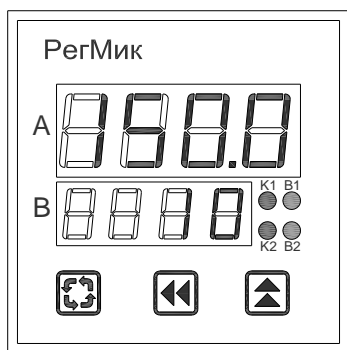
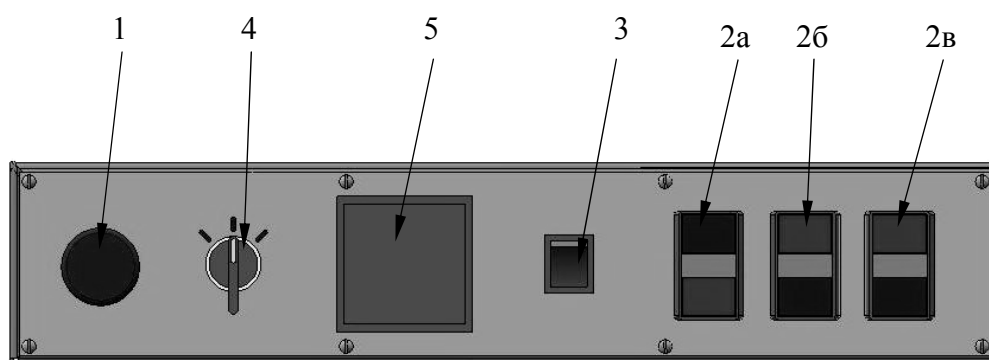

Рис.3. Внешний вид индикаторной панели
Рис.7. Пульт управления
Индикаторная панель терморегулятора (5) (рис. 7) расположена на лицевой панели станка. На ней расположены (см. рис.3): цифровой индикатор **A** и **B**, два двухцветных светодиодных индикатора (K1 и K2), два одноцветных светодиодных индикатора (B1 и B2) и три кнопки управления
Пульт управления (Рис.7) представляет собой электрокоммутиационный узел. Он включает в себя три двухпозиционные кнопки (2а, 2б и 2в) предназначенные для включения и выключения электродвигателей соответственно поклеечного, торцовочно-фрезерного и фрезерного узлов. Аналогичная по действию, но несколько иного конструктивного исполнения, кнопка (3) сблокирована с педалью управления торцовочно-фрезерного узла и служит для его включения и отключения. Трехпозиционный переключатель (4) служит для включения питания и включения «режима ожидания» поклеечного узла. Терморегулятор с управляющими кнопками (5) служит для контроля температуры клея. Кнопка аварийного останова (1) предназначена для экстренного выключения всех элетрических цепей станка одновременно. Специфической особенностью данной кнопки есть возможность блокировки всех электрических цепей станка. Для этого ее достаточно нажать. Это действие равносильное выключению входного автоматического выключателя. Разблокировать ее можно легким поворотом грибка кнопки по часовой стрелке до упора.
По мере износа режущей кромки ножа, качественная работоспособность фрезы несколько уменьшается. Восстановить ее можно путем переустановки ножа. Для этого необходимо ослабить винт крепления и аккуратно вынуть нож вместе с сухарем из гнезда, повернуть его по оси новой режущей кромкой наружу и в таком положении вставить в гнездо обратно. Перед зажимом крепежного винта подожмите нож таким образом чтобы он подался в глубь гнезда до упора в поверхность (В) (Рис.7), а его кромка (Б) находилась на плоскости поверхности (А) корпуса фрезы. Поверхность сухарика (Г) должна быть ниже поверхности (А) на 0,5мм. После этого винт можно зажать.
Регулировка высоты припуска обработки кромок, для возможного последующего, цклевания осуществляется подъемом (опусканием) направляющих роликов (см. Рис.3. поз. 15).
Убедитесь, что кнопка аварийного останова (1) (рис.7) отжата. Поверните тумблер (4) включения питания и включения «режима ожидания» по часовой стрелке и **верните его в исходное положение**. Для удобства эксплуатации станка предусмотрен «режим ожидания». Данным режимом рекомендуется пользоваться при коротких перерывах в работе (обеденный перерыв и т.д.). При перемещении тумблера (4) в левое положение (против часовой стрелки), автоматика переводит станок в режим ожидания, при этом двигатель останавливается, а терморегулятор сбрасывает настройки температуры до 120 градусов и поддерживает сниженную температуру до тех пор пока станок не будет выведен из состояния ждущего режима. Для выведения станка из режима ожидания необходимо переместить тумблер (4) в правое крайнее положение, запустить двигатель и переместить тумблер влево в вертикальное положение (нейтральное положение).
Кнопками управления панели (5) (рис.7) терморегулятора установите требуемые значения температур по каждому из каналов. Под температурой на I и II каналах подразумевается температура клея на термopах, установленных в непосредственной близости от соответствующего нагревателя.
Убедитесь, что клей в камере предварительного разогрева расплавился. Из-за того, что клей имеет низкую теплопроводность, может наблюдаться неравномерность расплава (клей быстрее расплавляется возле стенок емкости). Для устранения неравномерности и во избежание подгорания клея рекомендуется запустить двигатель поклейки узла нажатием на кнопку «ПУСК» (2а) (см. рис.7). Это обеспечит циркуляцию клея и ускорит процесс расплава. Через 10-15 минут клей приобретет однородную структуру и станок будет окончательно готов к работе.
Запустите двигатель фрезерного узла нажатием кнопки (2в) (см. Рис.7).
Включите кнопку управления педалью (3) (см. Рис.7) торцовочно-фрезерного узла.
При непродолжительном перерыве в работе нажмите кнопки «СТОП» (2б) и (2в) (см. рис.7) для отключения двигателей.